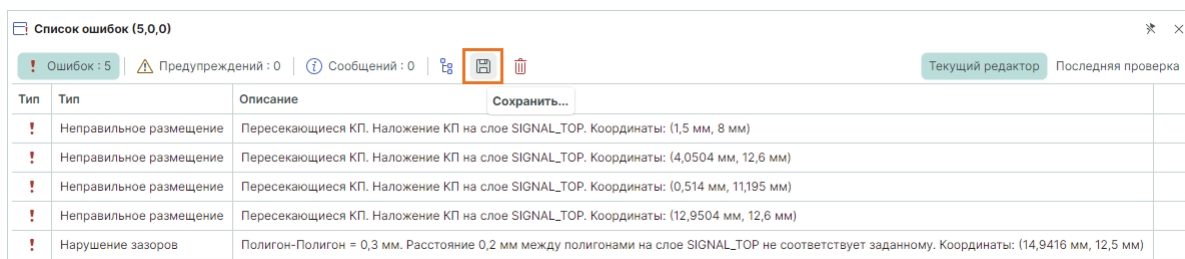

Рис. 647 Переход к выбору директории сохранения
1. Нажмите кнопку «Сохранить», см. Рис. 647.